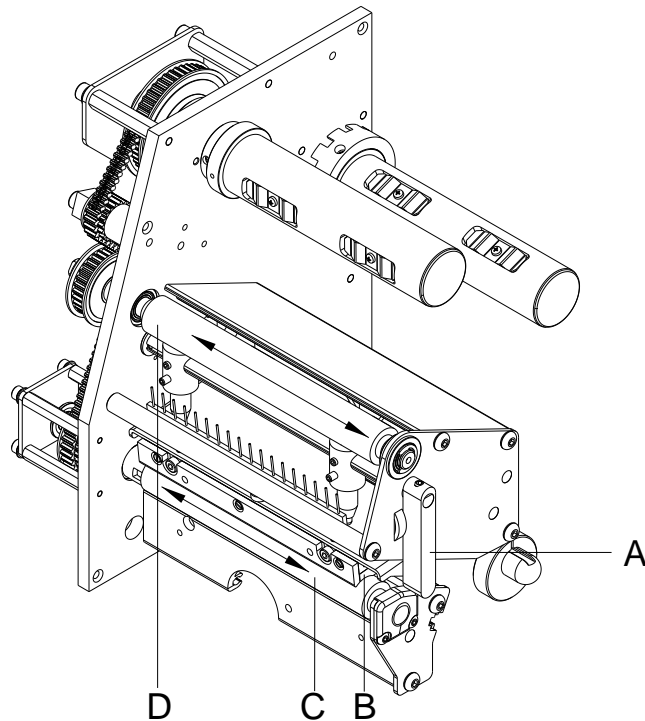

Abbildung 2
2. Andruckhebel (A, Abbildung 2) gegen den Uhrzeigersinn drehen, um Druckkopf (B, Abbildung 2) zu entriegeln.
5. Walze (D, Abbildung 2) schrittweise von Hand drehen, um die gesamte Walze zu reinigen (nur bei ausgeschaltetem Drucker möglich, da sonst der Schrittmotor bestromt und damit die Walze in ihrer Position gehalten wird).
7. Andruckhebel (A, Abbildung 2), bis er einrastet im Uhrzeigersinn drehen, um den Druckkopf (B, Abbildung 2) anzuklappen
2. Andruckhebel (A, in Abbildung 2) gegen den Uhrzeigersinn drehen, um den Druckkopf zu entriegeln.
7. Andruckhebel (A, in Abbildung 2), bis er einrastet im Uhrzeigersinn drehen, um den Druckkopf anzuklappen.